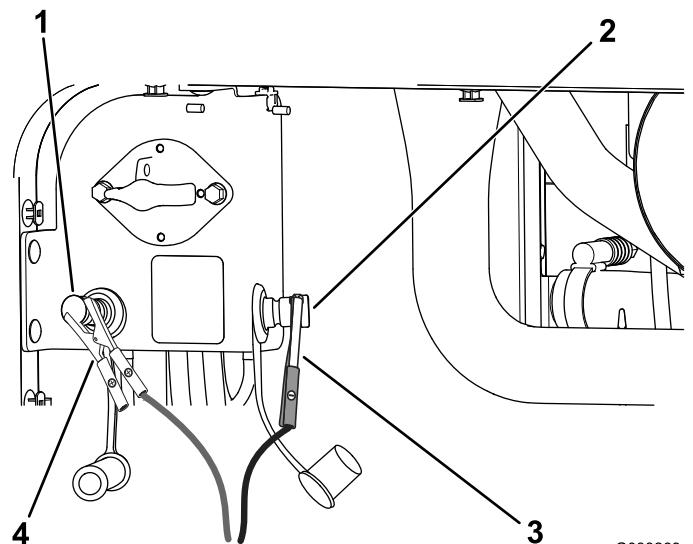

Figura 109
4. Conecte el cable puente positivo (+) al borne positivo de la batería del otro vehículo (Figura 109).
5. Conecte el cable puente negativo (-) al borne negativo de la batería del otro vehículo (Figura 109).
7. Cuando arranque el motor, haga que la otra persona desconecte el cable puente negativo (-) del borne negativo de la batería del otro vehículo, y a continuación, que desconecte el cable puente positivo (+) (Figura 109).